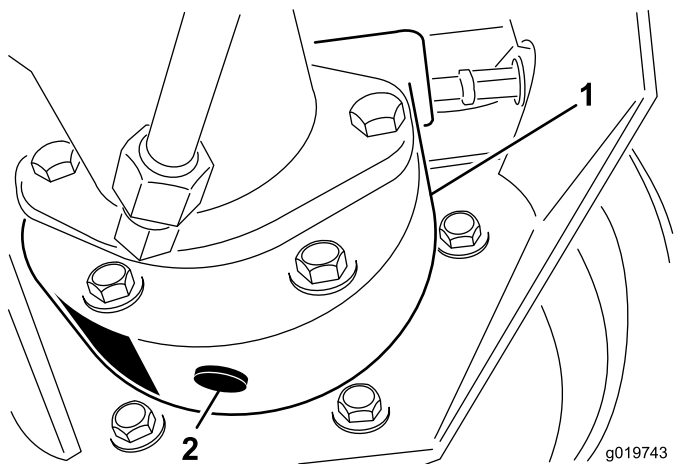

図 82
3. ブレーキハウジングの下に容器を置き、プラグを外してオイルを抜く 図 82。